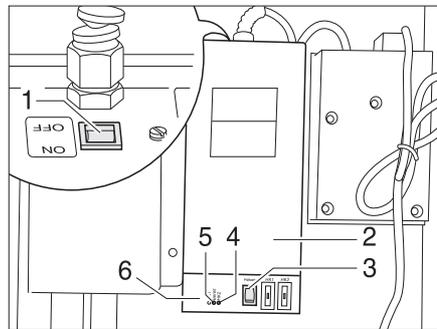

Fig. 119 Transformateur avec régulateur
Le transformateur 230 V AC/12 V DC (Fig. 119,2) est, suivant le modèle, monté dans la penderie ou dans la banquette de la dînette.
- Le voyant de contrôle (Fig. 119,5) s'allume en vert : Régulateur en marche
- Les voyants de contrôle (Fig. 119, 4 et 6) s'allument en rouge : Les conduites des eaux usées sont chauffées
Un bouton-poussoir de contrôle (Fig. 119,3) est intégré dans le boîtier, ce bouton permet d'enclencher brièvement le régulateur. En appuyant sur le bouton-poussoir de contrôle, vous pouvez tester le fonctionnement du chauffage, même si la température ambiante est supérieure à 5 °C.
- Placer l'interrupteur (Fig. 119,1) du transformateur (Fig. 119,2) sur "ON".
- Placer l'interrupteur (Fig. 119,1) du transformateur (Fig. 119,2) sur "OFF".